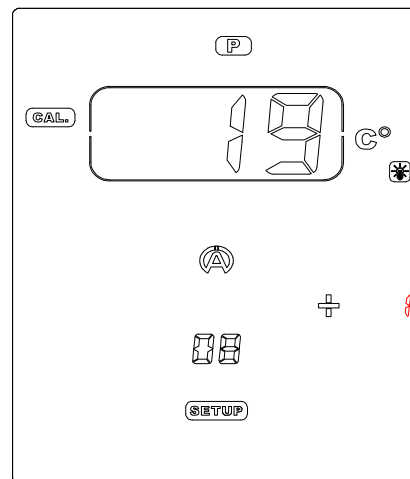

Figura 24
- 3) Con i tasti **▽** **△**, regolare la temperatura nel « QUADRO » affinché la temperatura visualizzata corrisponda ad una temperatura di riferimento (*figura 24*).